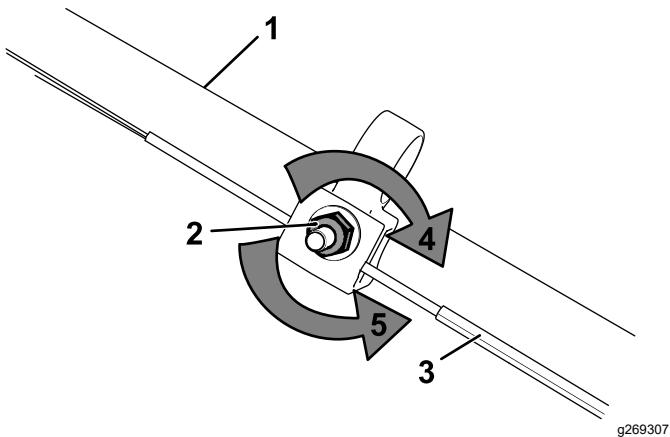

Figura 27
1. Gire la tuerca de ajuste en sentido antihorario para aflojar el cable (Figura 27).
2. Ajuste la tensión del cable (**Figura 27**) tirando del mismo hacia atrás o empujándolo hacia adelante, y manténgalo en esa posición.